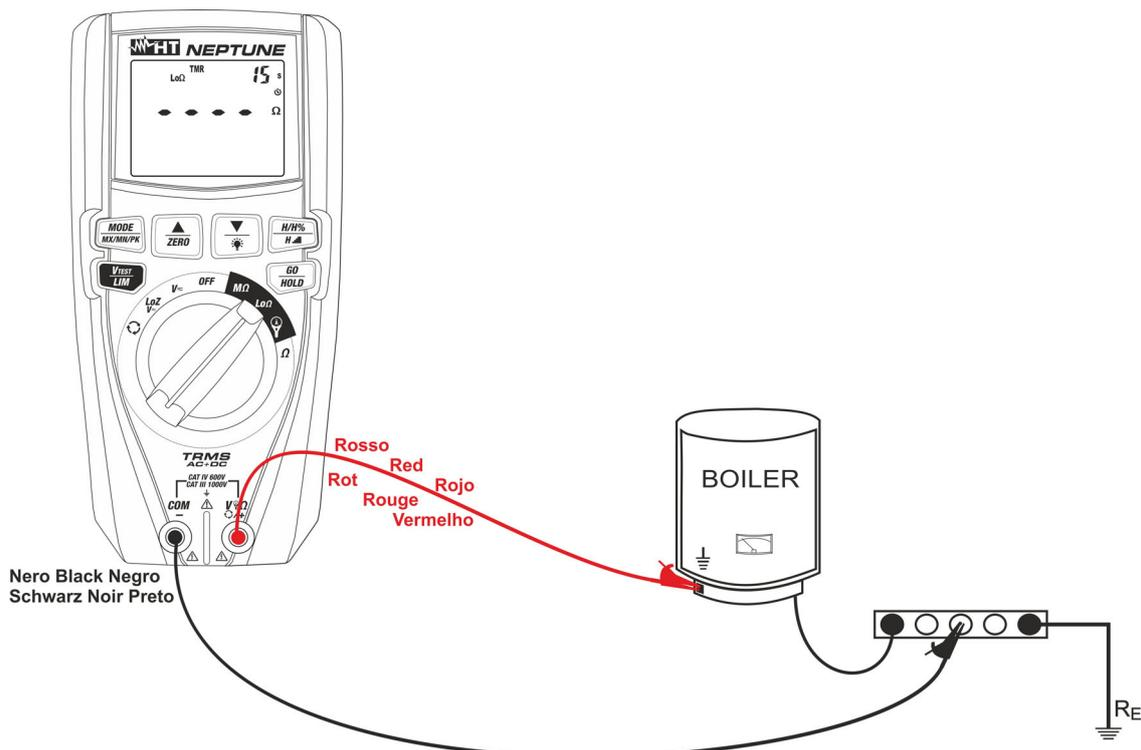

Fig. 29: Uso do instrumento para a medição da continuidade no modo TMR
7. Inserir o condutor vermelho no terminal de entrada **V Ω +** e o condutor preto no terminal de entrada **COM/-** e ligar o instrumento à instalação em exame (ver Fig. 29)